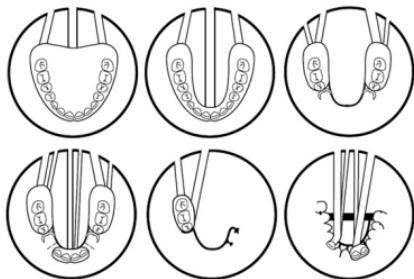

Figure 1. Spruing Techniques
Figure 1. Techniques de coulée DURÉE DE COULEE	ENVIRON 5 MINUTES à 23 ± 1 °C (73 °F ± 2 °F)
- a. Créer ou placer des orifices de coulée dans le moule d'hydrocolloïde ou de silicone, comme dans la figure 1.